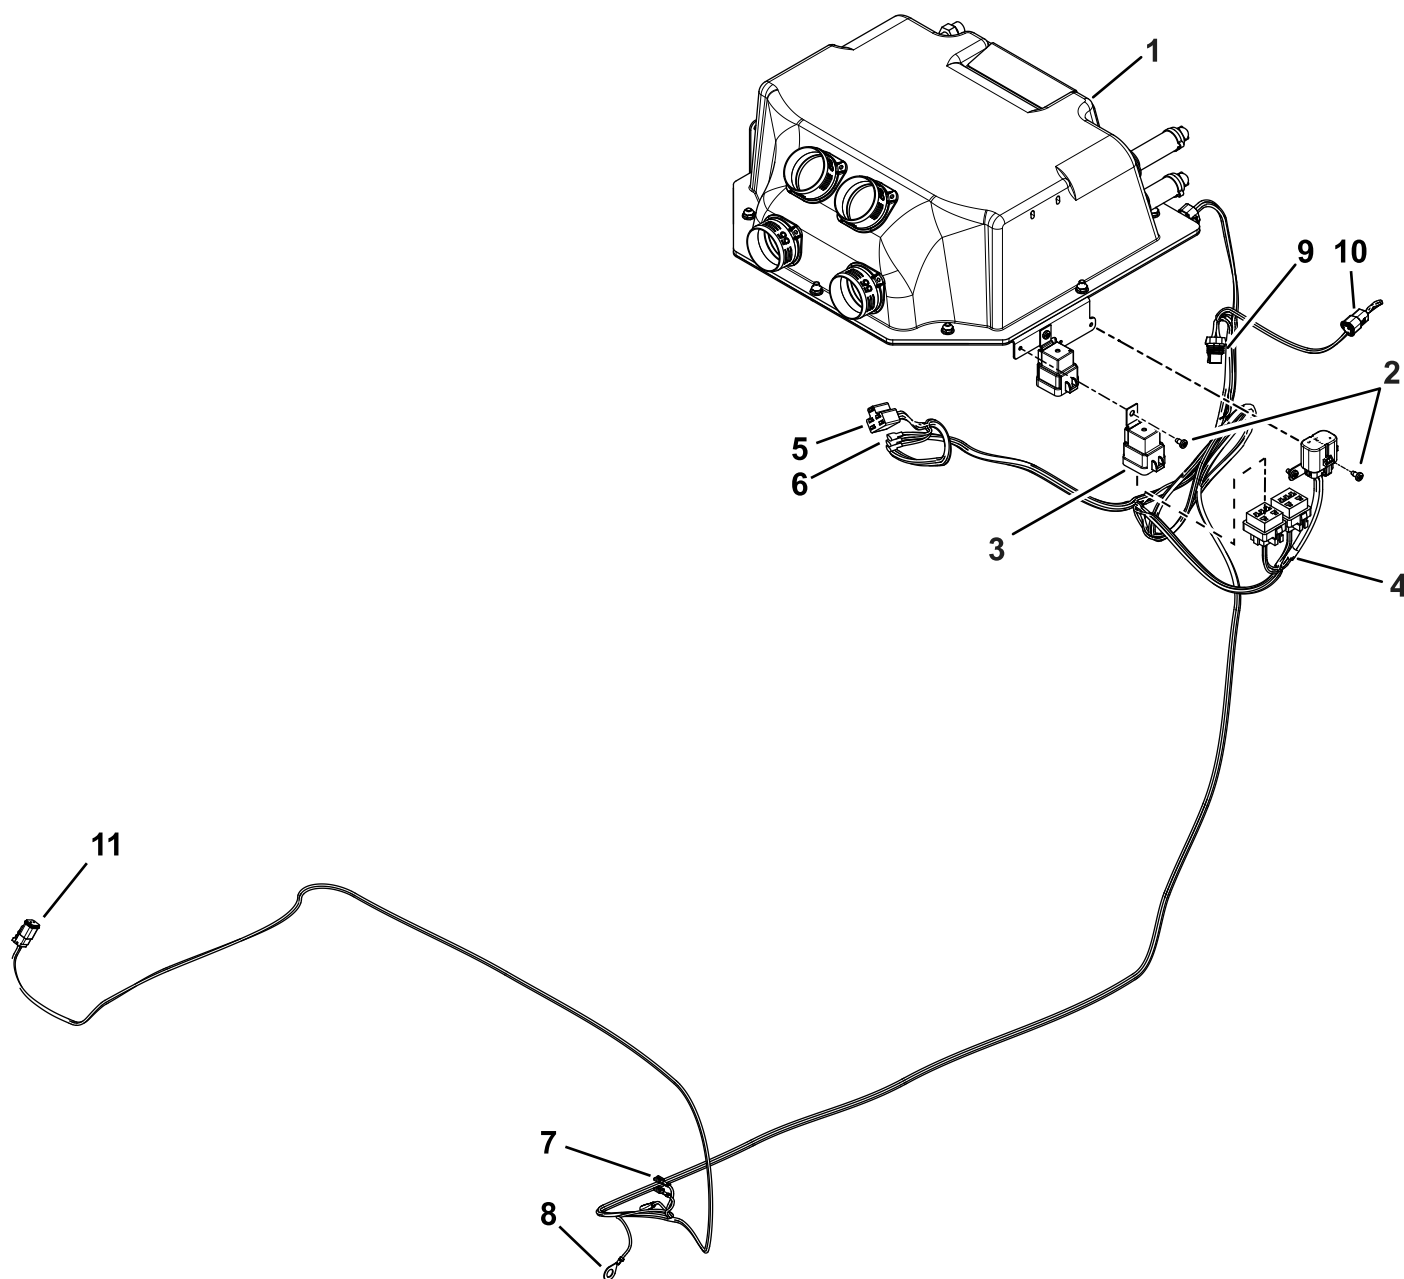

Figura 12
16. Ligue a cablagem do sistema AVAC à cablagem do veículo (Figura 12 e Figura 18).